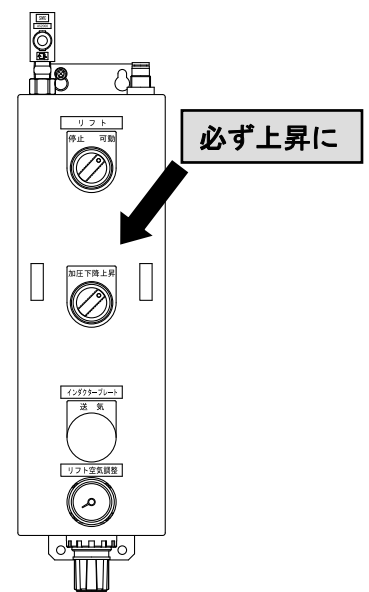

Fig.12
4. **ドラム缶を外す前に、必ず切換スイッチは『上昇』にセットしておいてください。**（Fig.12）